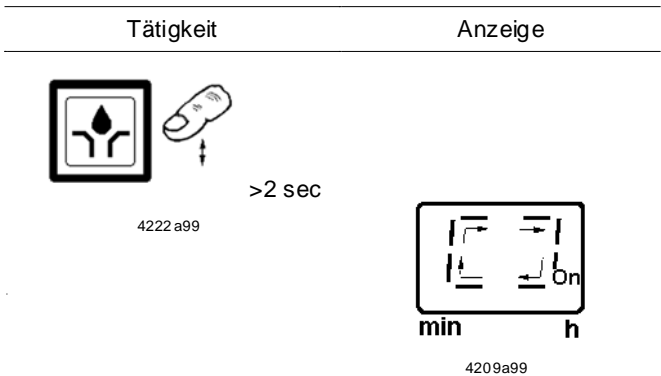

Abb. 13-2 Zusatzschmierung auslösen
- ➔ Taster (Abb. 13-2) zum Auslösen einer Zusatzschmierung länger als zwei Sekunden betätigen.